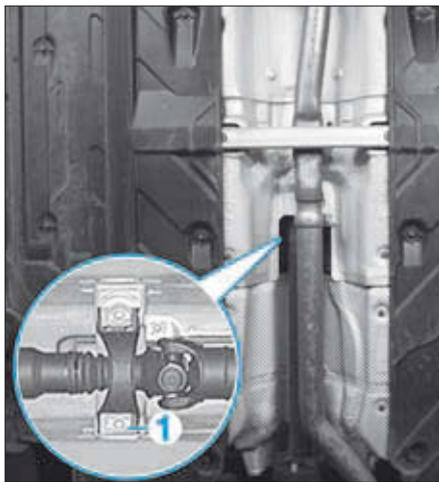

FIG. 4
- Repérer le palier intermédiaire d'arbre de transmission (1) (Fig.4).